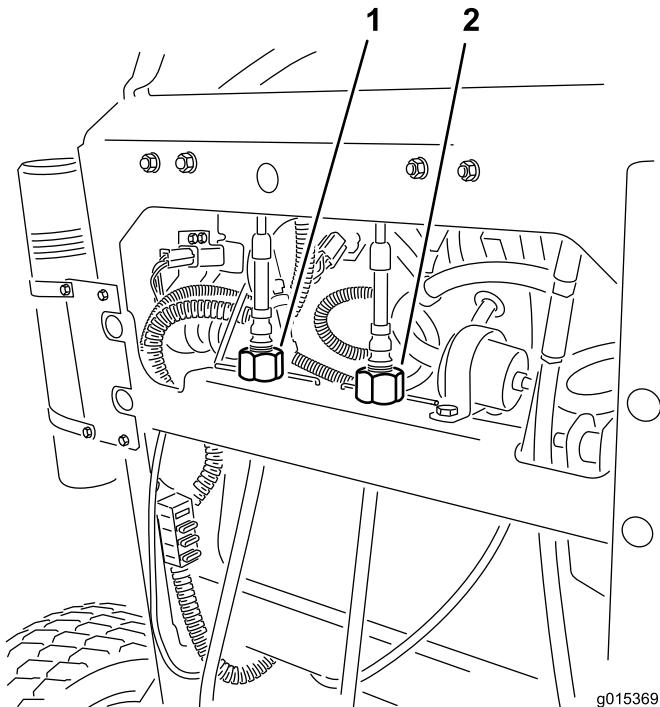

Figure 20
- Tournez le dispositif de réglage du câble gauche pour aligner le levier de commande de déplacement gauche sur le droit. Cela permettra d'obtenir un alignement à peu près égal entre la roue gauche et la roue droite (Figure 20).